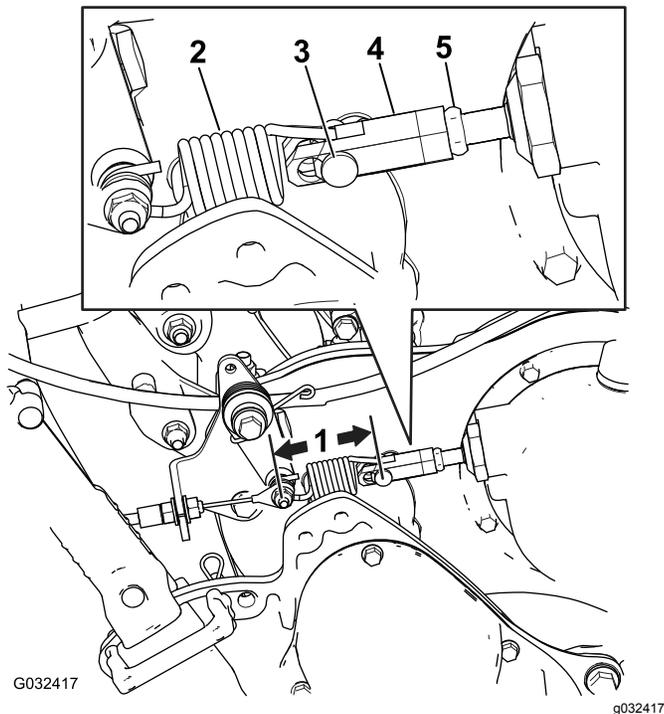

図 48
2. 走行コントロールの Springs の両端にあるピンとピンの距離 図 48 が 7.37.6cm にならない場合は、以下の手順でクラッチの調整を行う。
- B. ターンバックルについているジャムナットをゆるめてクレビスピンを外し、ターンバックルからスプリングを外す 図 48。
- F. 走行コントロールの Springs の両端にあるピンとピンの距離 図 48 が 7.37.6cm になるまで、ステップAFを繰り返す。